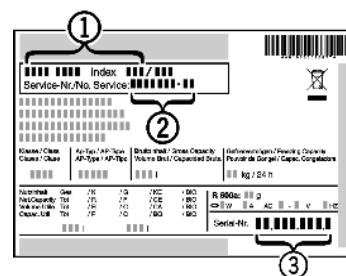

Fig. 4
- ▶ Apparaataanduiding Fig. 4 (1), service-nr. Fig. 4 (2) en serie-nr. Fig. 4 (3) van het typeplaatje aflezen. Het typeplaatje bevindt zich aan de linkerkant binnen in het apparaat.
- ▶ Contact opnemen met de Technische Dienst en het probleem, apparaataanduiding Fig. 4 (1), service-nr. Fig. 4 (2) en serie-nr. Fig. 4 (3) mededelen.